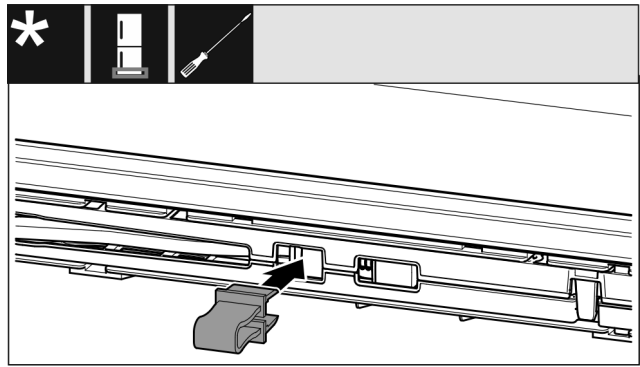

Fig. 14
- Enclencher la fixation dans l'ouverture. (voir Fig. 14)